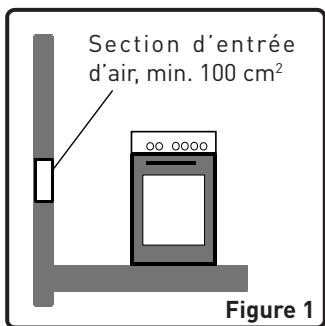

Figure 1
- Le flux d'air doit entrer par le bas (au minimum 100 cm^2) et sortir par le haut (au minimum 100 cm^2). Ces ventilations doivent donc présenter une surface minimum de 100 cm^2 , pour permettre une bonne circulation de l'air. Ces ventilations doivent être ouvertes et jamais bouchées. Elles doivent être de préférence situées près de l'arrière de la cuisinière (pour l'arrivée d'air, reportez-vous aux figures 1 et 2) et à l'opposé des gaz brûlés occasionnés par la cuisson (pour l'évacuation), c'est à dire à $1,80 \text{ m}$ au moins au-dessus du sol. S'il est impossible d'ouvrir ces ventilations vers l'extérieur dans la pièce où la cuisinière est installée, l'air nécessaire peut également provenir d'un autre endroit à condition que cet endroit soit correctement ventilé et qu'il ne s'agisse ni d'une chambre à coucher, ni d'un endroit dangereux.